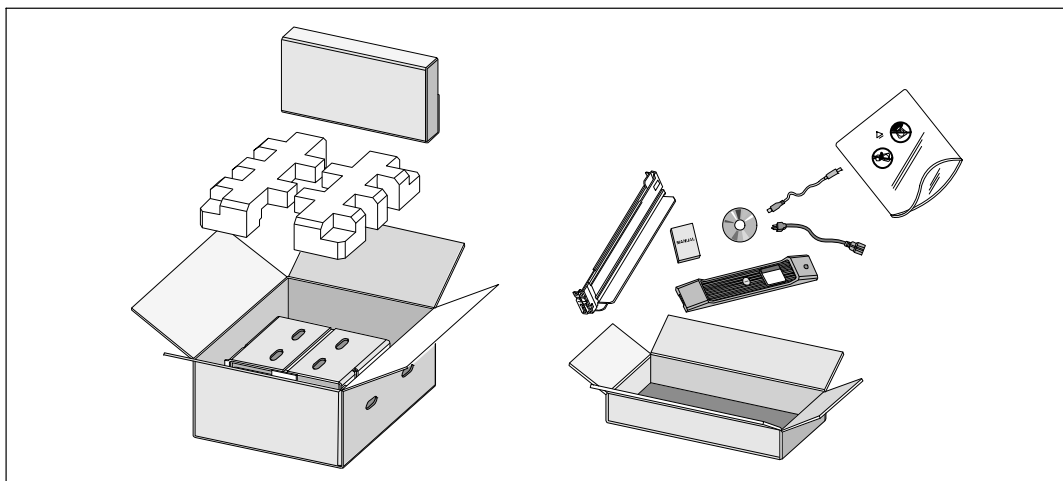

Рис. 2. Распаковка корпуса
- 1 Откройте внешнюю картонную коробку и достаньте из нее принадлежности, упакованные вместе с корпусом (см. Рис. 2).